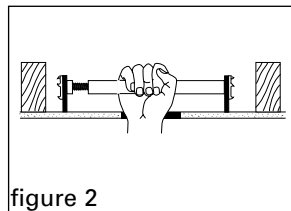

figure 2
2. With both Saf-T-Brace® feet resting on the sheetrock, **by hand only** rotate the square tube until "teeth" are firmly locked into the joist; a 7/8" wrench may be required for the final turn to bring bar around to the flat side. **Do not install using wrench.** A flat side of tubing must be parallel to the sheetrock so that the box bracket will hang correctly (figure 2).
2. Lorsque les deux extrémités de l'armature Saf-T-Brace® reposent fermement sur le gyproc, faites pivoter le tube carré jusqu'à ce que les «dents» soient solidement verrouillées dans la solive (uniquement à la main). Il peut être nécessaire d'utiliser une clé de 7/8 po pour effectuer le tour final et ajuster la barre au côté plat. **Ne pas installer à l'aide d'une clé.** Un des côtés plats du tube doit être parallèle au gyproc afin que le support s'accroche correctement (figure 2).